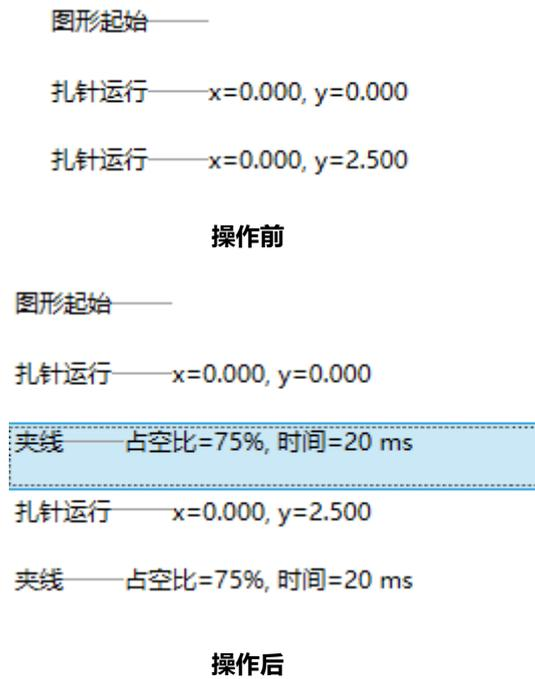

图 5.10.8a 头结束指令集操作示意
③添加完所有指令之后，如果有需要删改的，改变参数只需双击指令段即可弹出参数设置框。需要删除指令，只需选中指令段，点击删除按键即可。需要移动指令段，只需选中指令后，点击“↑”“↓”按键即可对指令段进行向上/下移动。
④最后点击确认，此默认指令集即会被保存，在点击指令处理之后，在设置头的每一个图形结束位置会默认加入这些指令。操作示意如下图 5.10.8a 所示。